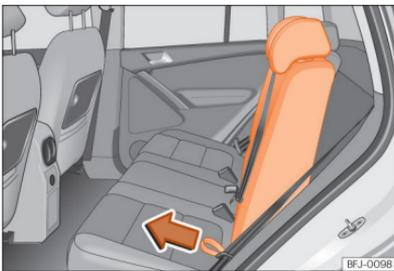

Abb. 94 Rücksitzlehne vor- und zurückklappen.
- Schlaufe »» (Abb. 94) in Pfeilrichtung nach vorn ziehen, dabei Sitzlehne festhalten und langsam nach vorn klappen »» ⚠.